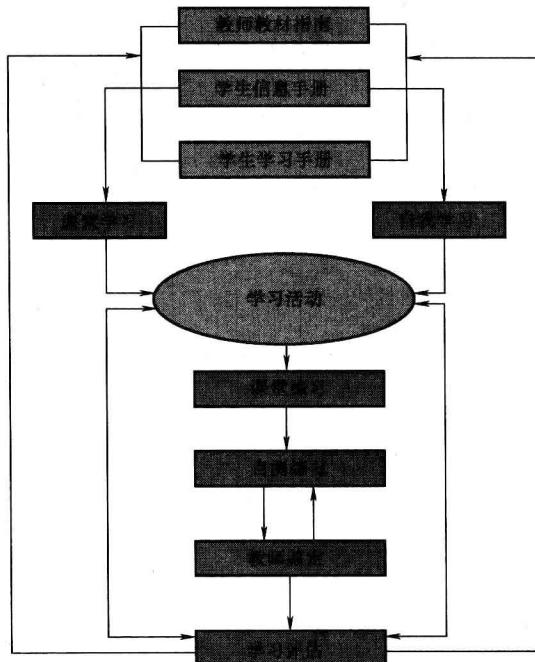

图 0-1 课程学习计划
(2) 学习步骤 学生可以按照本书在课堂学习(包括实习场地),也可以根据自己具备的基本能力,按照本书自己制定学习计划学习。课程学习计划如图 0-1 所示。